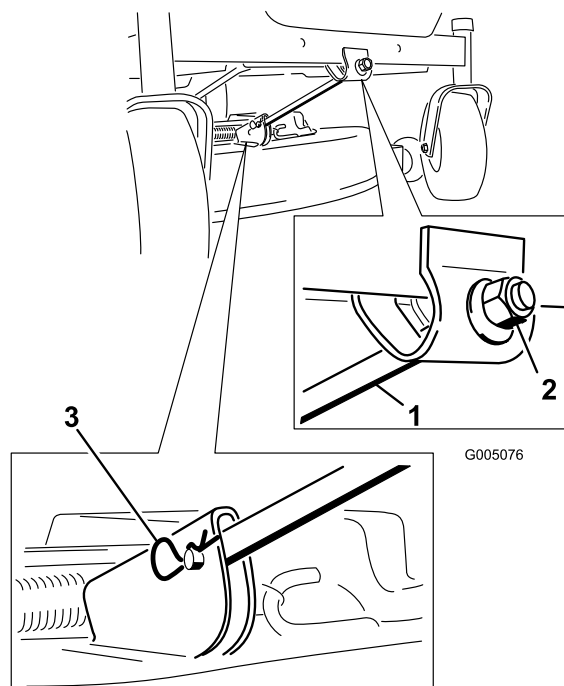

Bild 45
- Entfernen Sie den Splint und den Lastösenbolzen von der vorderen Stützstange (Bild 45). Lassen Sie die Vorderseite des Mähwerks vorsichtig auf den Boden ab.
6. Befestigen Sie die vordere Stützstange mit den Lastösenbolzen und Splints am Mähwerk (Bild 45).